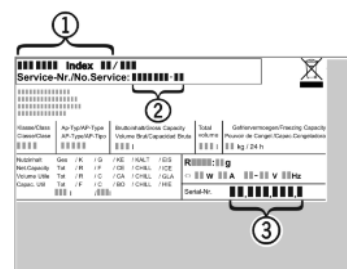

Fig. 12
- ▶ Prietaiso pavadinimas *Fig. 12 (1)*, techninio aptarnavimo Nr. *Fig. 12 (2)* ir serijos Nr. *Fig. 12 (3)* užrašyti duomenų skydelyje. Duomenų skydelis yra prietaiso viduje, kairiajame šone.
- ▶ Susiekite su techninio aptarnavimo skyriumi ir praneškite apie gedimą, taip pat pasakykite prietaiso pavadinimą *Fig. 12 (1)*, techninio aptarnavimo Nr. *Fig. 12 (2)* ir serijos Nr. *Fig. 12 (3)*.